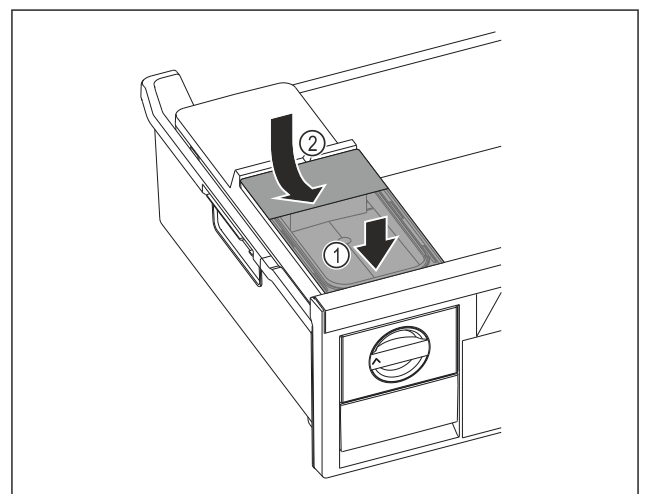

Fig. 115
- ▶ Wassertank vorne ansetzen. Fig. 115 (1)
- ▶ Wassertank hinten absenken. Fig. 115 (2)